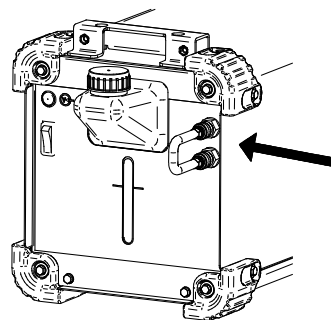

Bild 6.
- Anslut slangen med snabbkopplingen (som monterats på utrustningen) på kylarens inlopp och utlopp (bild 6).